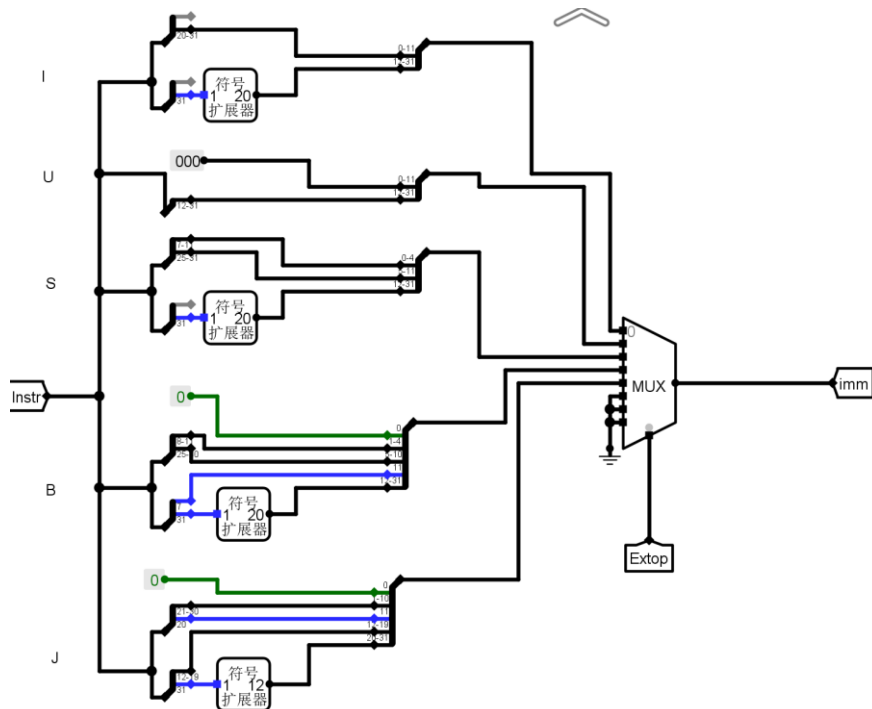

图 9 立即数扩展原理图
- (3) 设计如图 9 所示的立即数扩展器, 对指令中的立即数字段进行扩展生成 32 位立即数。